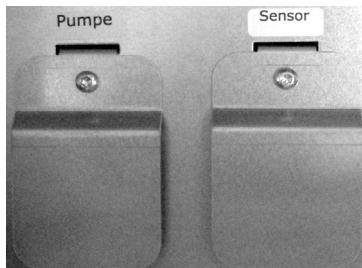

Fig. 8 : Plaques de recouvrement inférieures pour kit de pompage ou pour kit de point de rosée
3. Desserrez la vis de la plaque de recouvrement inférieure (voir fig. 8, inscription « Pumpe »). Poussez la plaque vers la gauche.